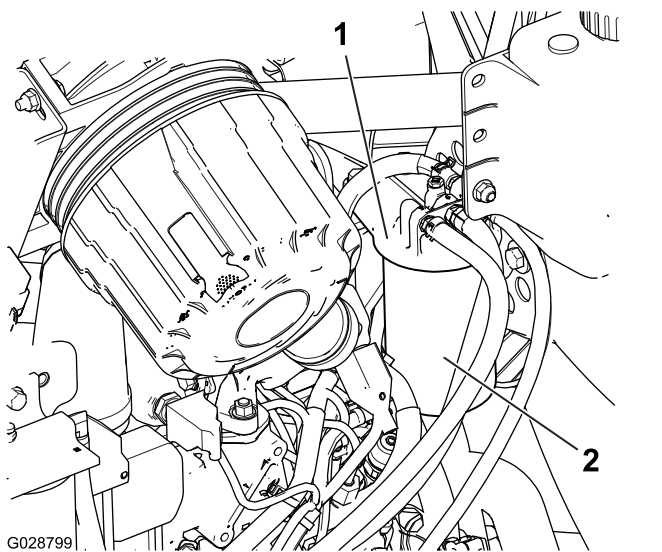

Figura 90
1. Limpie la zona alrededor de la cabeza del filtro de combustible (Figura 90).
2. Retire el filtro y limpie la superficie de montaje de la cabeza del filtro (Figura 90).